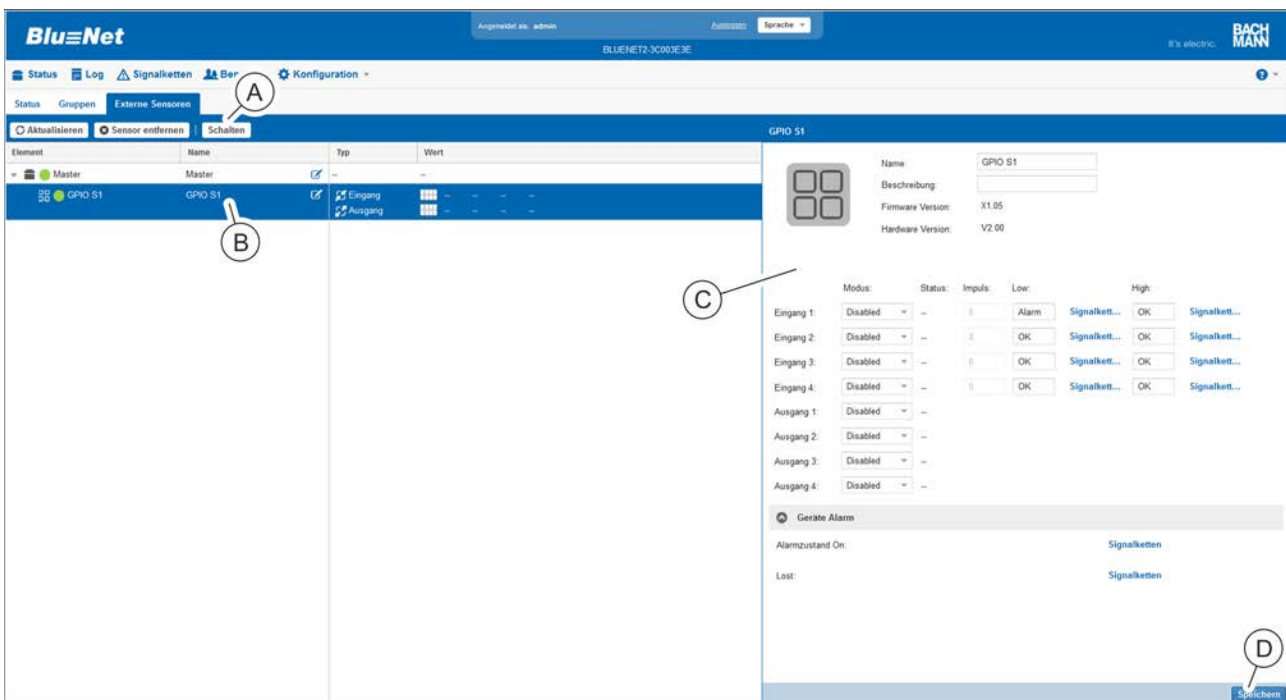

Abb. 134: Menü "Status" – Registerkarte "Externe Sensoren"
- 3. GPIO-Modul auswählen (Abb. 134/Ⓢ).
⇒ Die Einstellungen des Sensors erscheinen rechts am Rand in der Detailansicht (Abb. 134/Ⓢ).
1. ➔ In der Detailansicht (Abb. 134/Ⓞ) den jeweiligen Eingang auswählen.
3. ➔ Einstellung über die Schaltfläche „Speichern“ übernehmen (Abb. 134/Ⓞ).
1. ➔ In der Detailansicht (Abb. 134/Ⓞ) den jeweiligen Ausgang auswählen.
1. ➔ Schaltfläche „Schalten“ (Abb. 134/Ⓐ) auswählen.